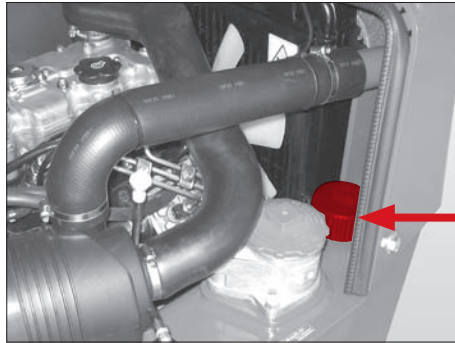
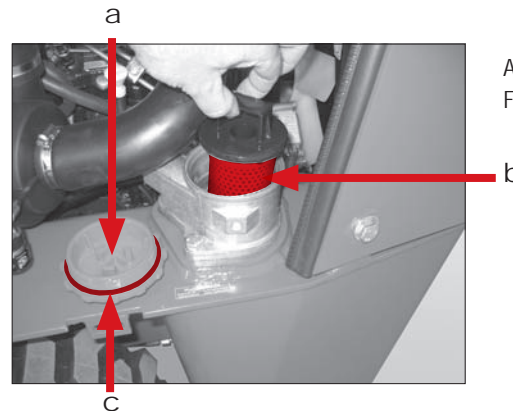

Abb. 72
Abb. 76
Der BelüftungsfILTER befindet sich am Hydrauliköltank Pos. 1 (Abb. 72). Er gewährleistet die Be- und Entlüftung des Hydrauliktanks bei schwankendem Hydraulikölstand. Der BelüftungsfILTER enthält ein Filterelement, das das Eindringen von Staub und Schmutz und das Austreten von Ölspritzern verhindert. Im BelüftungsfILTER befindet sich ein Ventil das den Tankdruck bei ca. 0,5 bar hält. Dieser Druck entweicht, wenn der Hydrauliköleinfüllstutzen geöffnet wird!
5. Der Ölmesstab befindet sich an der Unterseite des Belüftungsfilters. Schrauben Sie den Belüftungsfiler (Abb. 72) heraus.
11. Verschließen Sie den Hydrauliköleinfüllstutzen Pos. 1 (Abb. 72).
Öffnen Sie den Hydrauliköleinfüllstutzen Pos. 1 (Abb. 72) vorsichtig, damit der Druck aus dem Tank entweichen kann.
1. Öffnen Sie den Hydrauliköleinfüllstutzen Pos. 1 (Abb. 72).
5. Verschließen Sie den Hydrauliköleinfüllstutzen Pos. 1 (Abb. 72).
1. Nehmen Sie den Filtereinsatz Pos. b (Abb. 76) heraus.
5. Füllen Sie Hydrauliköl in den Hydrauliköleinfüllstutzen Pos. 1 (Abb. 72) ein, bis der Ölstand die Markierung „Maximum“ erreicht hat.
Erneuern Sie das Filterelement des Rücklauffilters Pos. b (Abb. 76) bei den Inspektionen oder wenn zwischen den Inspektionsintervallen die Kontrollleuchte des Rücklauffilter in der Instrumententafel leuchtet!
Lassen Sie den Druck aus dem Hydrauliköltank durch Öffnen des Hydrauliköleinfüllstutzens Pos. 1 (Abb. 72) entweichen, bevor Sie den Deckel des Filtergehäuses Pos. a (Abb. 76) abschrauben! Sonst wird Öl aus dem Filtergehäuse nach außen gedrückt, das in die Umwelt gelangen kann.
5. Schrauben Sie den Deckel des Filtergehäuses Pos. a (Abb. 76) ab.
6. Nehmen Sie das Filterelement Pos. b (Abb. 76) heraus.
8. Prüfen Sie die Dichtung Pos. c (Abb. 76). Erneuern Sie die Dichtung wenn sie beschädigt ist.
9. Schrauben Sie den Deckel des Filtergehäuses Pos. a (Abb. 76) zu.
10. Verschließen Sie den Hydrauliköleinfüllstutzen Pos. 1 (Abb. 72).